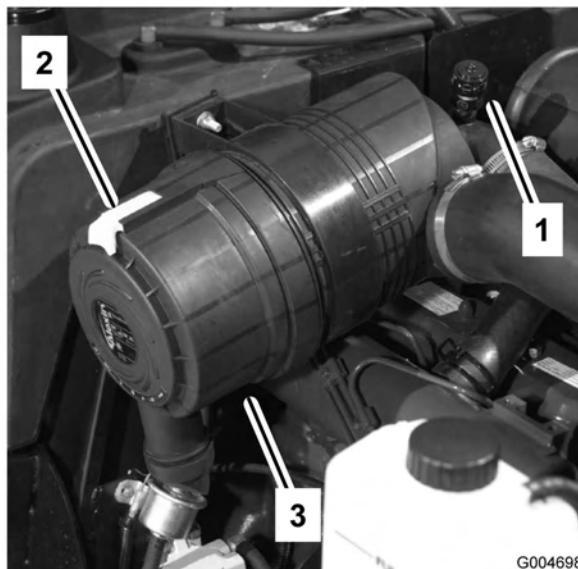

Figura 47
Faça a manutenção dos filtros de ar sempre que o indicador (Figura 47) do filtro do ar o indicar ou a cada 400 horas de funcionamento da máquina (com maior frequência em condições de trabalho muito sujas ou poeirentas). Não efectue a manutenção do filtro de ar com demasiada frequência.
- Puxe o trinco para fora e rode a cobertura do filtro de ar no sentido contrário ao dos ponteiros do relógio. Retire a cobertura do corpo (Figura 47). Limpe o interior da cobertura do filtro de ar.
6. Reinicie o indicador (Figura 47) se este se apresentar vermelho.